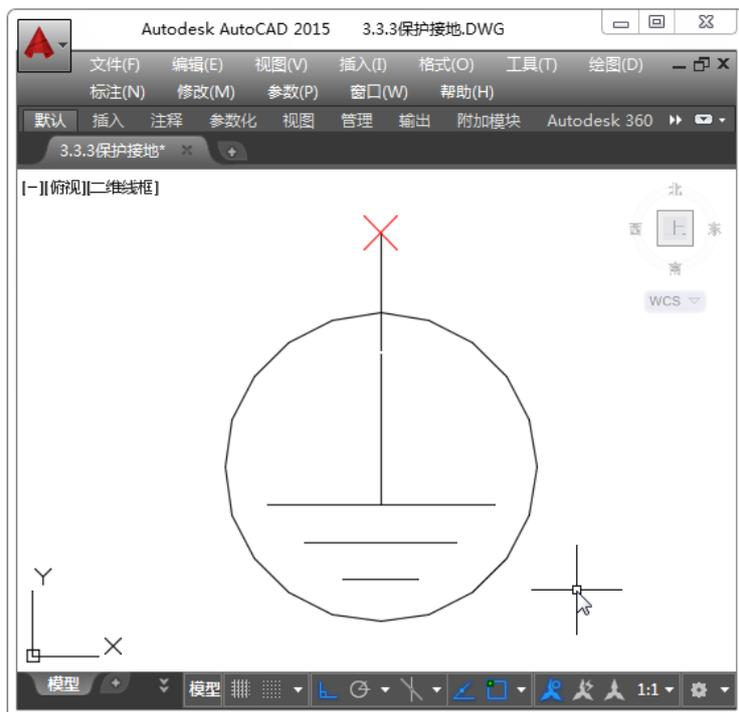

图 3-58 保护接地符号
Step07: 在【特性】选项下, 设置对象颜色为红色, 然后绘制两条交叉的线段, 完成保护接地符号的绘制, 如图 3-58 所示。